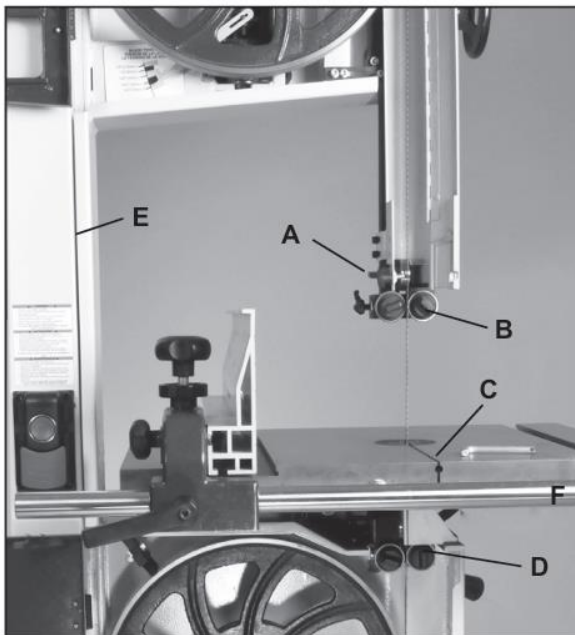

Рис. 21
3. Откройте откидную дверцу (№11С) на защитном кожухе ножа, ослабив фиксирующую ручку (№14С). Рис. 21, А.
4. Снимите пильное полотно с верхнего колеса, затем пропустите его через верхние направляющие (В), прорезь в столе (С), нижние направляющие и нижний защитный кожух (D), через прорезь в стойке станка (Е), сняв с нижнего колеса, а затем вокруг передней направляющей (F).